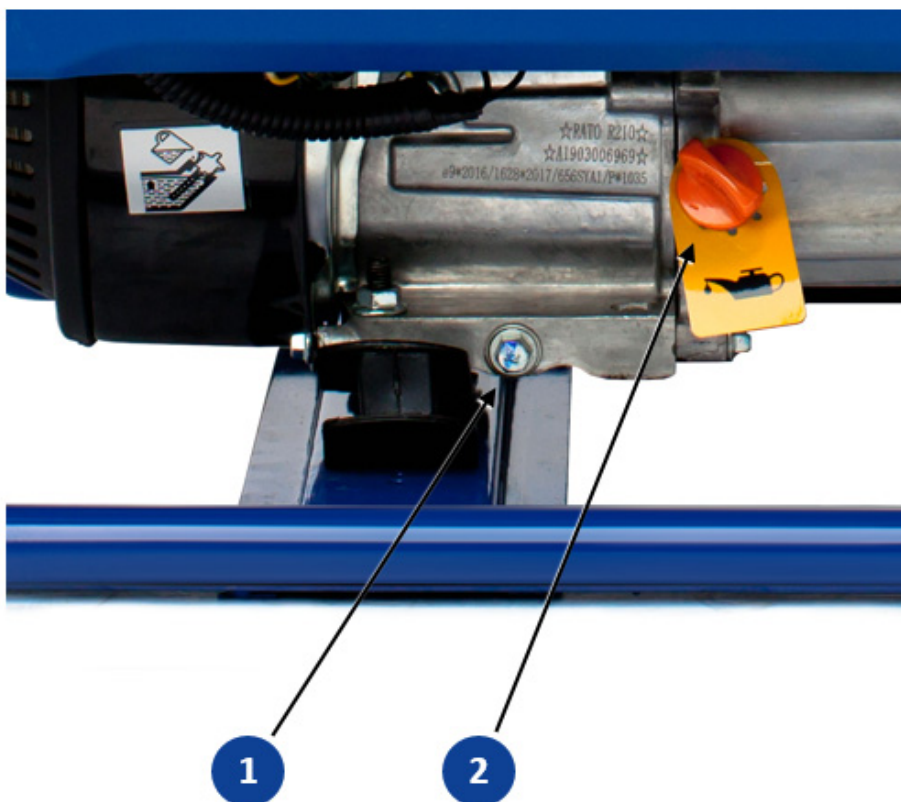

Fig. 8-2 Sjekk og skifte av motorolje
2. Sett den medleverte påfyllingstrakten ned i den åpne påfyllingsåpningen på motoren 2 Fig. 8-2 Sjekk og skifte av motorolje.